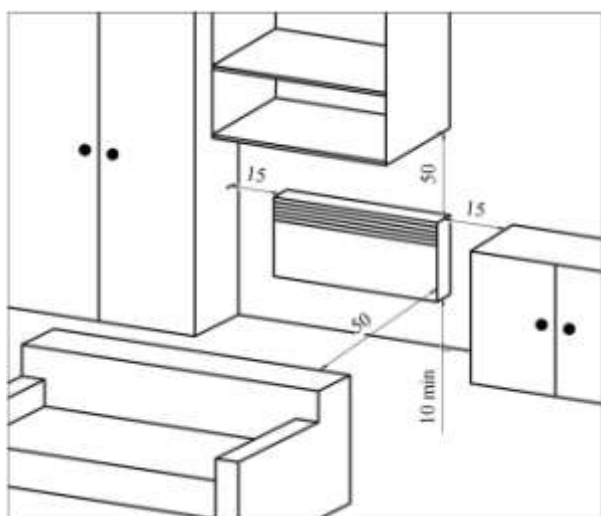

Рис.3
5.7 Размещение конвектора на опорах в помещении аналогично (см. рис.3), при этом расстояние от задней стенки конвектора до предметов (мебель, шторы и т.п.) должно быть не менее 15 см.